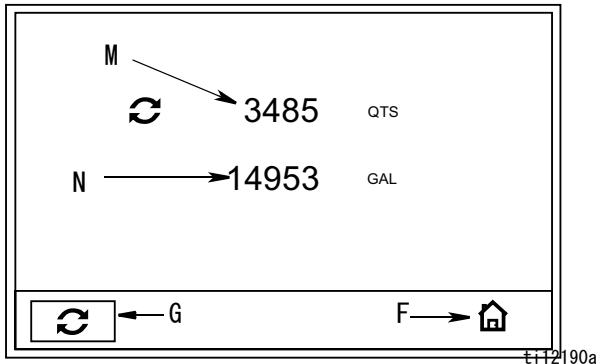

図 26
合計画面 (図 26)
項目 F、G、M - P については、図 26 を参照
2. 中心の ENTER ボタンを押して、選択を確認します。合計画面 (図 26) が表示されます。
3. [リセット可能の合計] フィールド (M) をゼロにリセットするには、左または右矢印を使用して、カーソルを [リセット] ボタン (G) 上に移動させます。